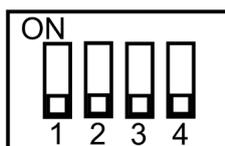

Рисунок 5
3.18 Выбор режимов работы светового и звукового оповещателей определяется положением соответствующих переключателей (рис.5) на печатной плате оповещателя, показанной в таблице 3.